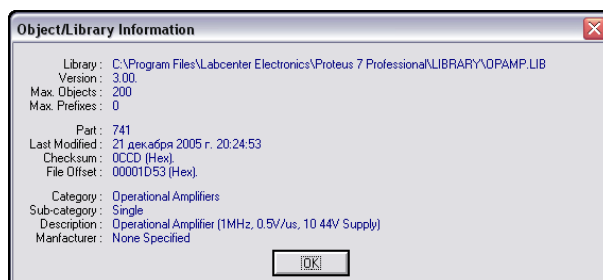

Рис.25
- **Information** – очень полезная кнопка, выводит информацию о выбранном элементе. Для примера на Рис. 25 показано выведенное окно для родного, Протеусного ОУ 741.